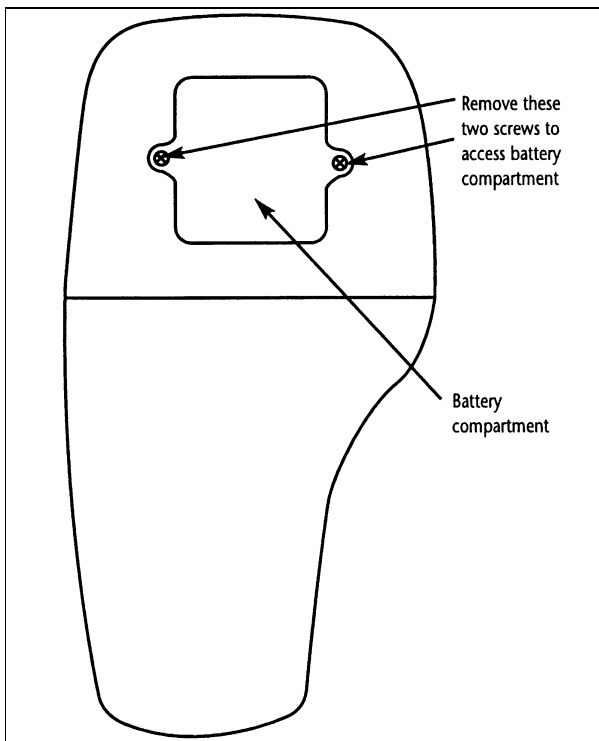

Abbildung 3 – Rückseite des Messers, zeigt Batteriegehäuse
1. Benutzen Sie einen Philips Schraubenzieher, um die zwei Schrauben am Deckel des Batteriegehäuses zu entfernen. Siehe Abbildung 3 unten.